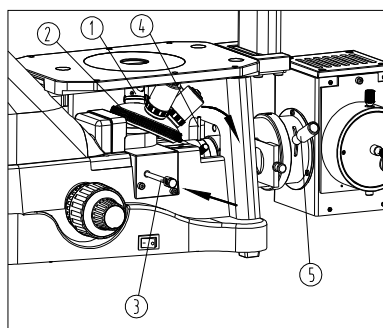

图 18
- (1) 把对中物镜①装入物镜转换器②中，并把对中物镜①旋入光路（如图 18）
- (2) 把荧光滤光镜组拉杆③将荧光滤光镜组 B1 移入光路。
- (3) 把视场光阑拔杆④按顺时针方向旋转，把视场开到最大。（如图 18）
- (4) 通过调节集光镜调焦锁紧手柄⑤、汞灯横向调节螺钉⑥、汞灯纵向调节螺钉⑦，把灯丝直接像投影在对中物镜①的十字刻线上。（如图 18、19、20a）